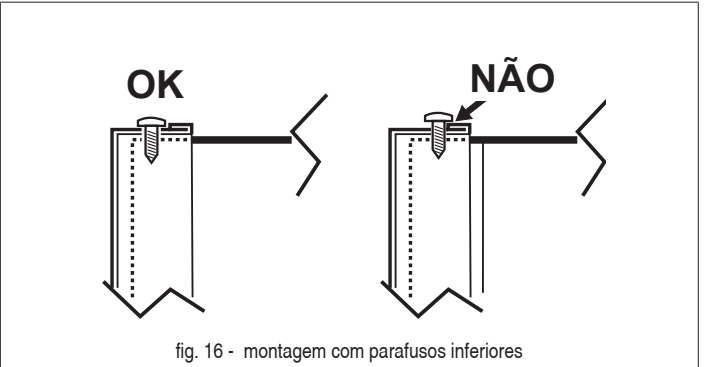

fig. 16 - montagem com parafusos inferiores
3. Proceda na ordem inversa para remontar o painel anterior. Assegure-se de que esteja corretamente fixado no painel superior e completamente apoiado nos painéis laterais. Uma vez apertado o parafuso "A", sua cabeça deve estar posicionada conforme indicado em "fig. 16 - montagem com parafusos inferiores".
A placa de terminais (det. B fig. 16) se encontra no lado esquerdo da caixa elétrica da caldeira. A placa de terminais é de tipo mamute macho-fêmea. Na lateral da placa de terminais, está presente uma etiqueta de identificação dos seis terminais disponíveis.